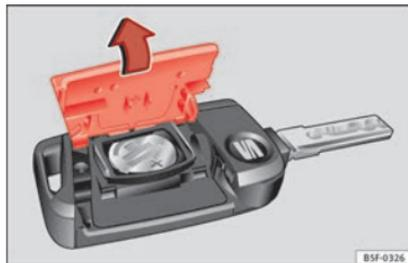

Abb. 137 Fahrzeugschlüssel: Deckel des Batteriefachs öffnen.
- Abdeckung auf der Rückseite des Fahrzeugschlüssels »» Abb. 137 in Pfeilrichtung abnehmen »» .
» **Abb. 137** und entgegen der Pfeilrichtung auf das Fahrzeugschlüsselgehäuse drücken, bis sie einrastet.